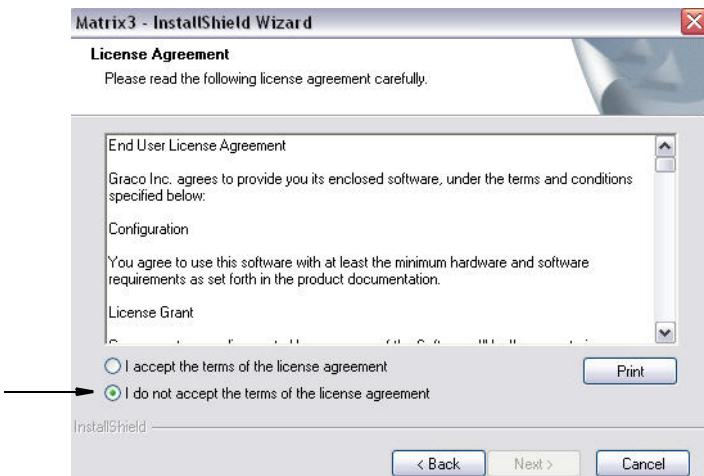

Рис. 4
4. Просмотрите сведения в «End User License Agreement» [Лицензионном соглашении с конечным пользователем] (Рис. 4). Если условия приемлемые, выберите пункт «I accept the terms of the license agreement» [Я принимаю условия лицензионного соглашения]. После принятия условий лицензионного соглашения активируется кнопка «NEXT» [ДАЛЕЕ]. Нажмите кнопку «NEXT» [ДАЛЕЕ].